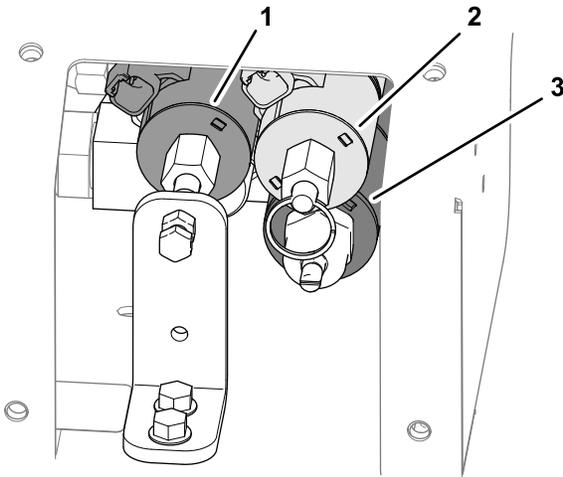

Bild 33
- 3. Suchen Sie die drei Steuerventile (Bild 33).